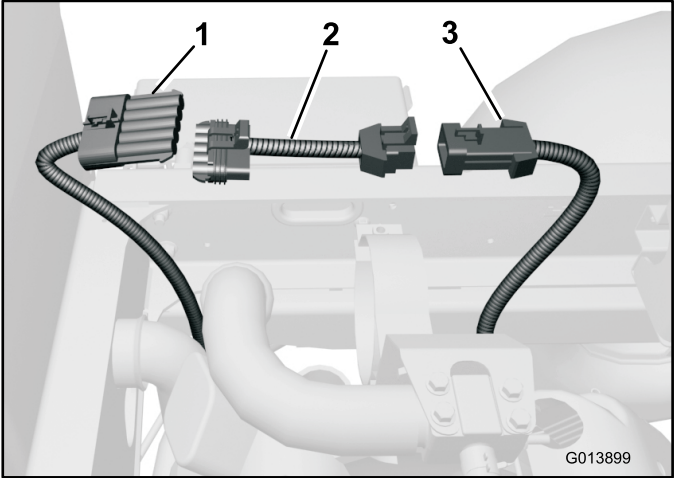

Figure 26
- Trouvez l'adaptateur (Figure 26) dans les pièces détachées.